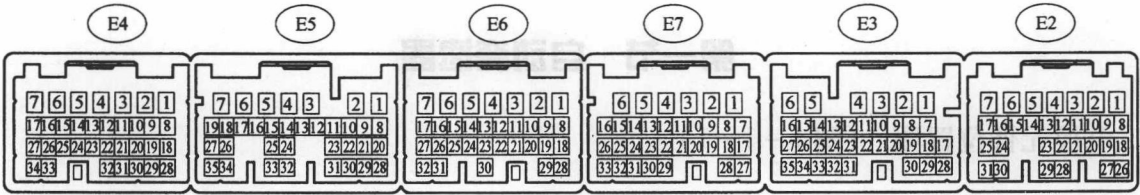

图 1-1-2 ECM 端子图
1. ECM 端子图 （图 1-1-2） 和 ECM 端子检测表 （表 1-1-1）